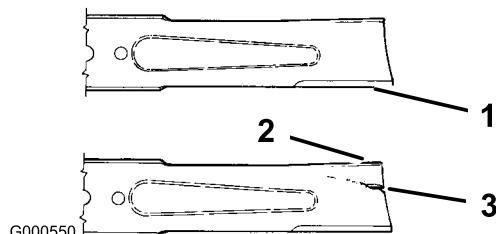

Bild 35
2. Untersuchen Sie die Schnittkanten (Bild 35). Bauen Sie das Schnittmesser aus und schärfen Sie es, wenn die Kanten nicht scharf sind oder Kerben aufweisen, siehe „Schärfen der Schnittmesser“.
3. Prüfen Sie das Schnittmesser, insbesondere den gebogenen Bereich (Bild 35). Wenn Sie Schäden, Verschleiß oder Rillenbildung in
diesem Bereich feststellen (Bild 35), sollten Sie sofort ein neues Schnittmesser einbauen.